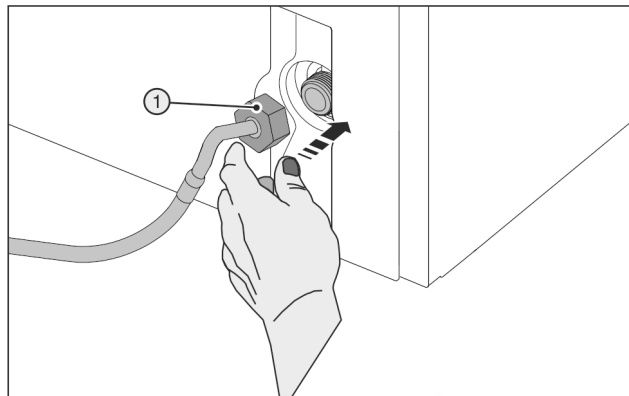

Fig. 24
- ▶ Поставете гайката Fig. 24 (1) внимателно и я навийте на резбата право.
- ▶ Поставете внимателно гайката Fig. 24 (1) и с два пръста я завинтете права върху резбата, докато се постигне добро, здраво прилягане.
- ▶ Използвайте помощния инструмент (5) само при стайна температура.
- ▶ Затегнете гайката Fig. 24 (1) с помощен инструмент (5) по посока на часовниковата стрелка, докато максималният въртящ момент бъде достигнат и помощният инструмент (5) превърти.